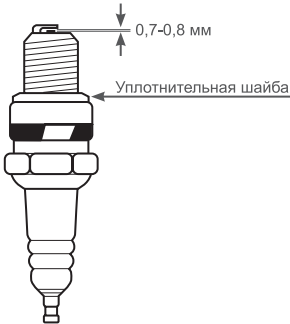

Рис. 29. Обслуживание свечи зажигания
4. Измерьте зазор между электродами свечи зажигания специальным щупом. Зазор должен быть 0,7-0,8 мм, см. Рис.29. При увеличении, или уменьшении требуемого зазора, рекомендуется заменить свечу, так как регулировка зазора может привести к изменению качества искрообразования.
При установке новой свечи зажигания для обеспечения требуемой затяжки, заверните свечу ключом на  $\frac{1}{2}$  оборота после посадки буртика свечи на уплотнительную шайбу. При установке бывшей в эксплуатации свечи зажигания, для обеспечения требуемой затяжки заверните свечу ключом на  $\frac{1}{4}$ -  $\frac{1}{8}$  часть оборота после посадки буртика свечи на уплотнительную шайбу (Рис.29.).